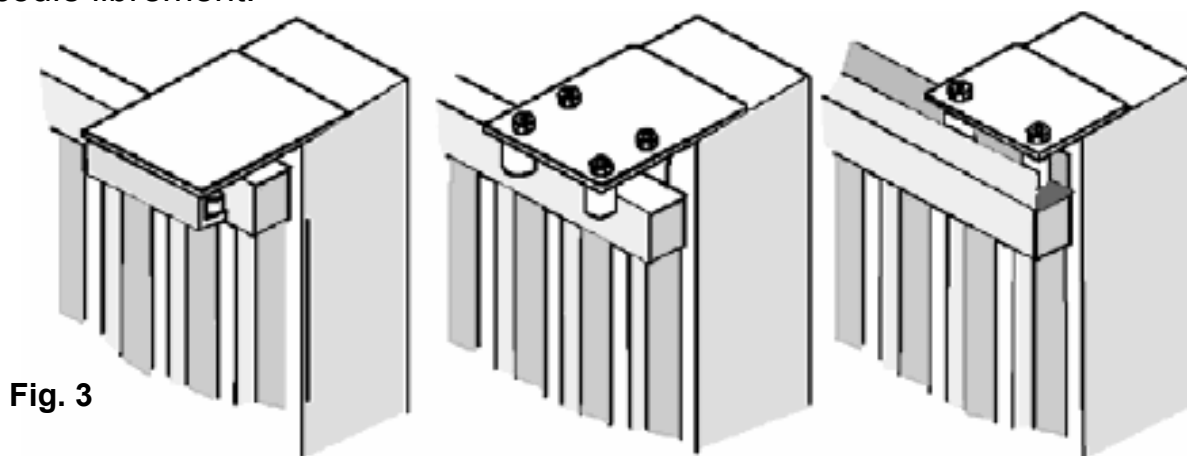

Fig. 3
- Avant de procéder à l'assemblage de l'automatisme, vérifier que le portail soit parfaitement en fonction. Vérifier aussi que le guide de Écoulement au sol (**Fig.1**) ne présente pas de malformations et que sois parfaitement au niveau et sois présent la butée mécanique d'arrêt en ouverture (**Fig.2**) afin d'éviter que le portail sorte dehors des guides supérieurs, (**Fig.3**)
- Vérifier le guide d'écoulement supérieur (**Fig.3**) que sois bien solide et le portail coule librement.
Fixer la crémaillère sur le portail de manière solide en fournissant une distance de 2 à 3 mm du pignon du moteur (**Fig.3**).